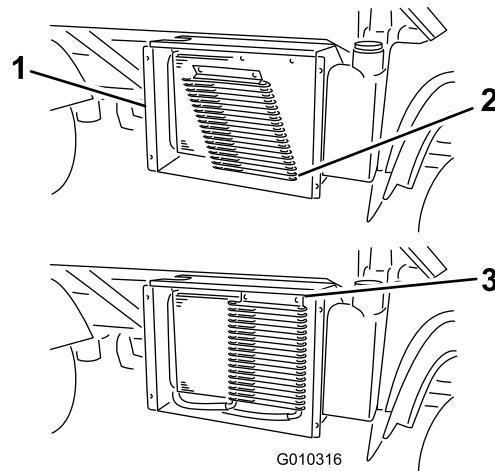

図 61
3. ラッチを外し、オイルクーラーを装備している場合にはそれを倒してラジエターから遠ざける図 61。